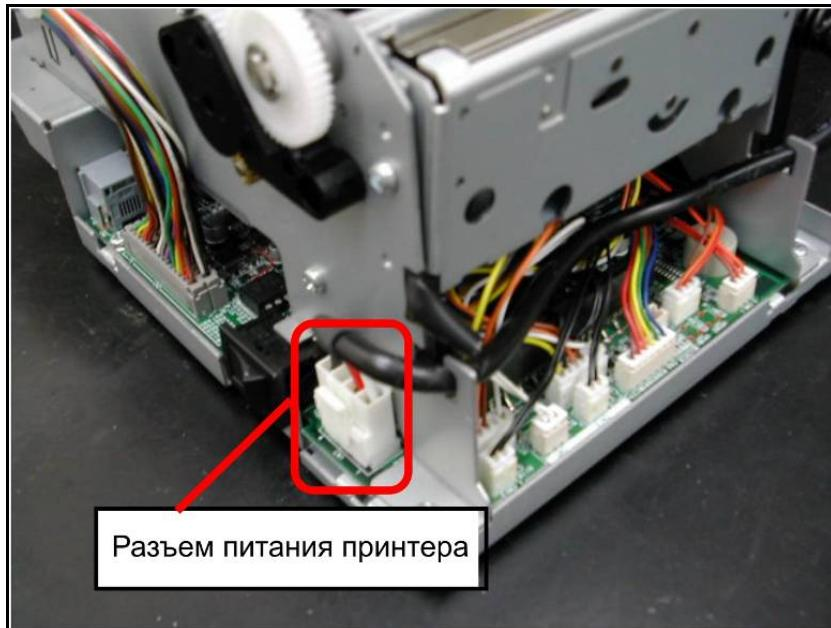

Рисунок 9 – Разъём блока питания принтера.
2.3.7. Отключите разъем блока питания от принтера (см. рис. 9).